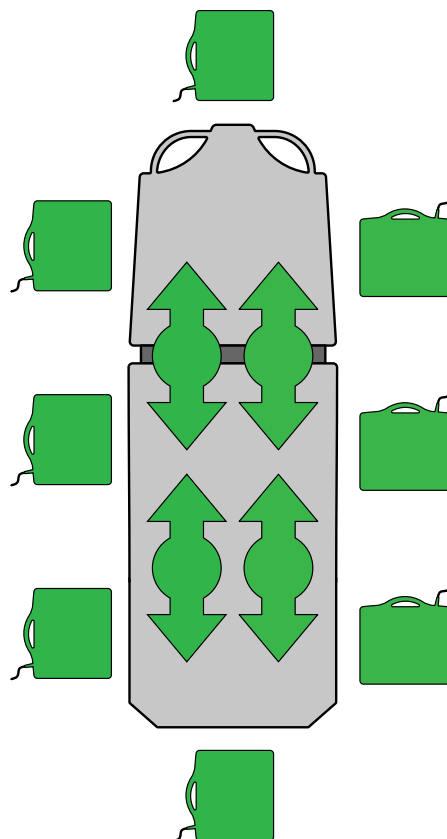

Figura 17 – Inserção ou remoção de cassetes de raios X
1. Centre o doente no produto com as etiquetas de indicação da posição situadas em todos os lados do produto (Figura 17).